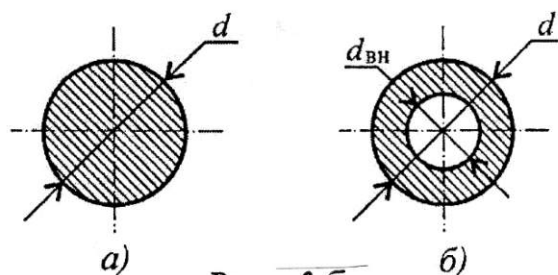

Рис. 35
6. Для вывода об экономии металла при переходе на кольцевое сечение сравним площади сечений (рис. 35).